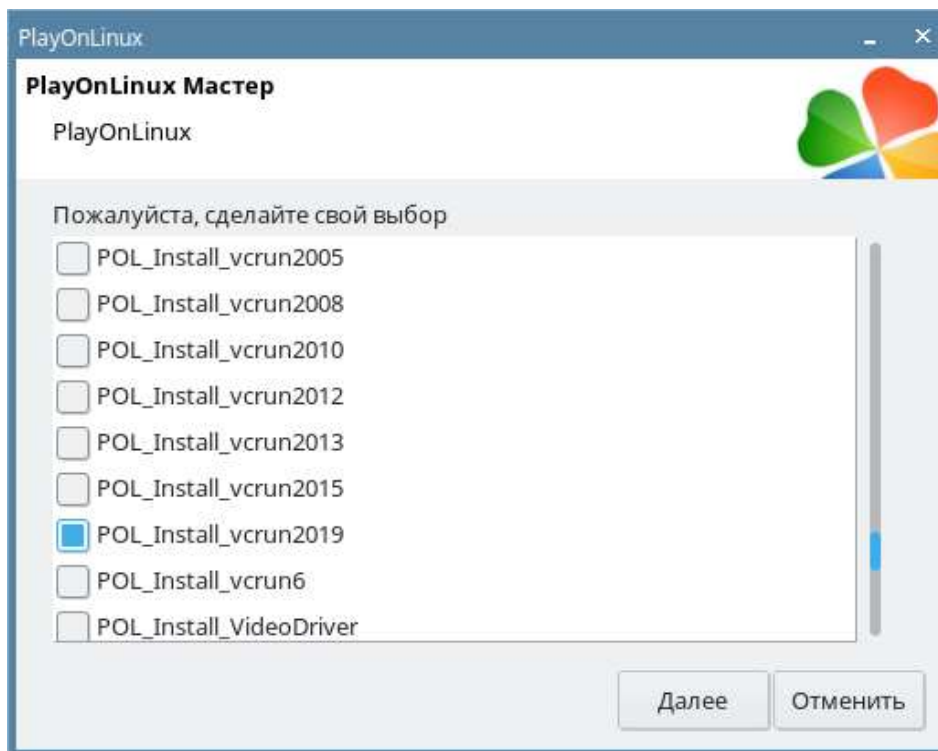

Рис. 9.34 Выбор дополнительных библиотек
13. Пролитайте список дополнительных библиотек и отметьте пункт «**POL_Install_vcrun2019**» (Рис. 9.34).